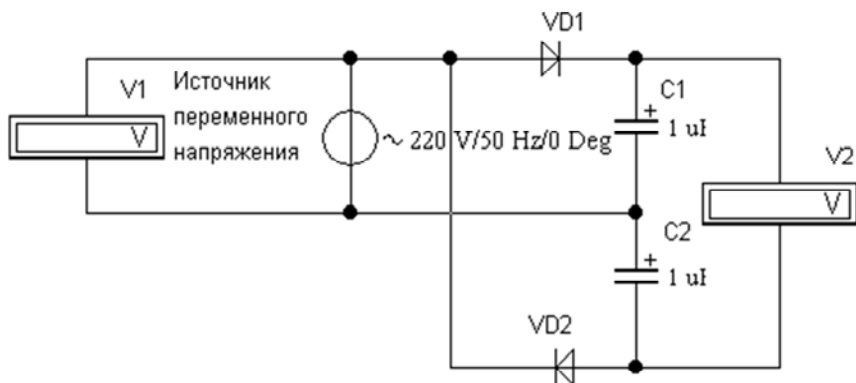

Рис. 17.18. Удвоитель напряжения (файл **multipl1.ewb**)
5. Исследование умножителей напряжения (файлы **multipl1.ewb**, **multipl2.ewb**, **multipl3.ewb**, **multipl4.ewb**, рис. 17.18, 17.19, 17.20, 17.21). Обратит внимание на умножение **амплитудного** значения напряжения источника и на снижение напряжения при подключении нагрузки.